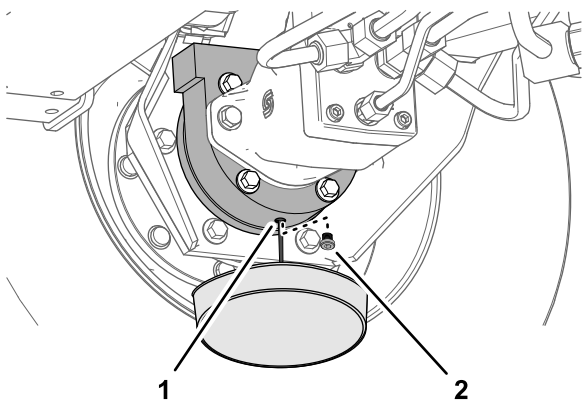

図 102
6. ブレーキハウジングの下に容器を置き、プラグを外してオイルを抜く図 102。